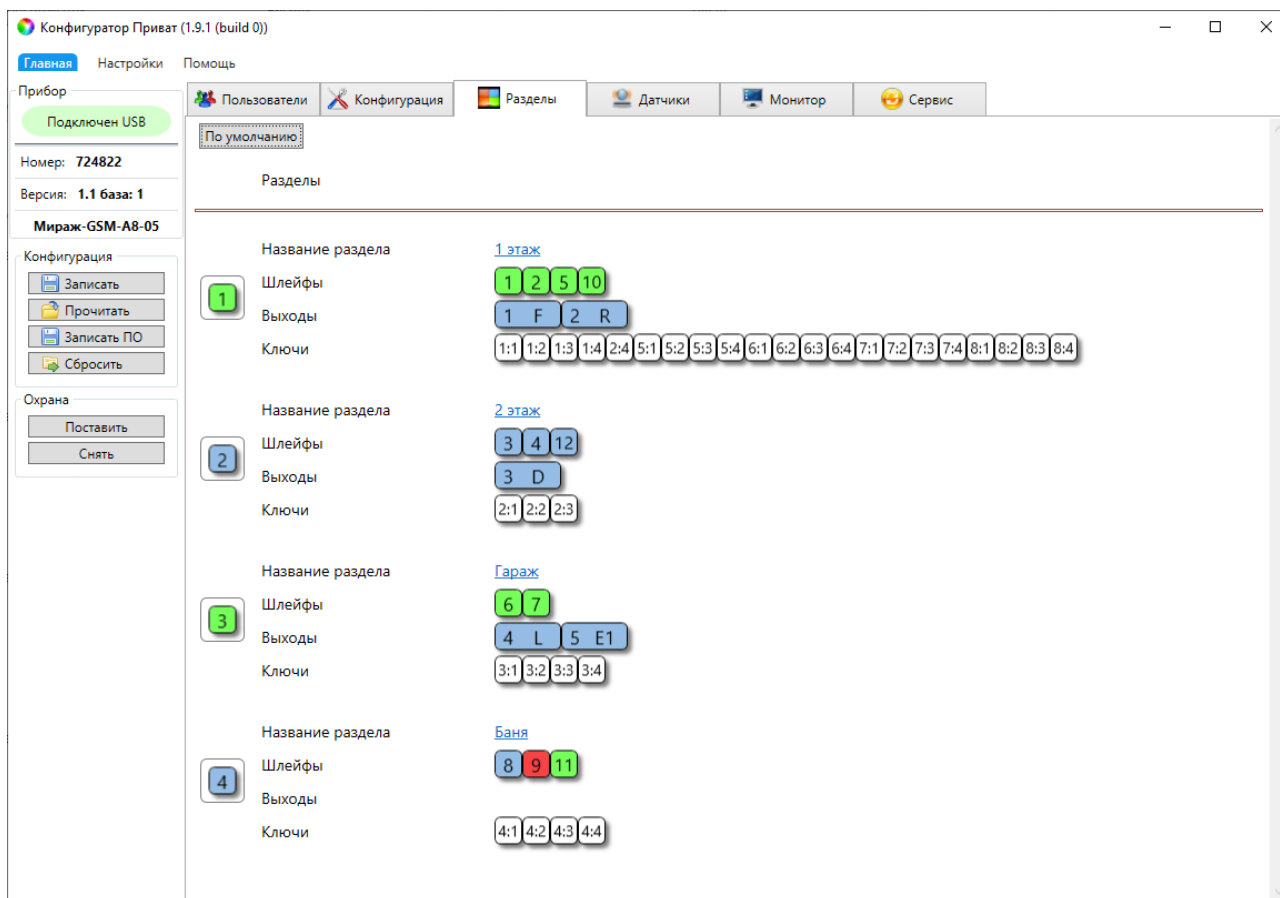

Рисунок 12.3 — Распределение радиоустройств по 4 разделам в конфигурации контроллера Мираж-GSM-A8-05 (*STEMAX Приват*)
- *Раздел:* выберите раздел радиоустройства в раскрывающемся списке в поле *Раздел* на вкладке *Датчики* программы *STEMAX Конфигуратор*. В программе *STEMAX Приват* это поле отсутствует. В этой программе левой кнопкой мыши перетаскивайте значок радиоустройства в нужную область на вкладке *Разделы* программы (см. рисунок 12.3).